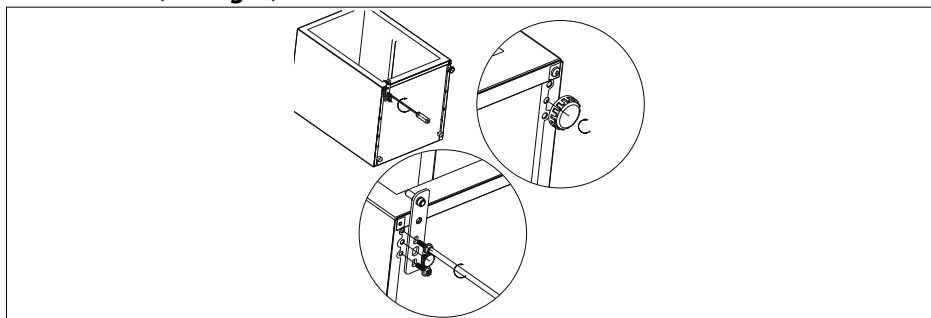

Fig. 8
- ▶ Retournez la charnière (5) et remettez le tenon et la rondelle de sécurité en place.
- ▶ Vissez la charnière inférieure (5) sur le côté gauche. Vissez le pied réglable (5) du côté droit (voir **fig. 8**).